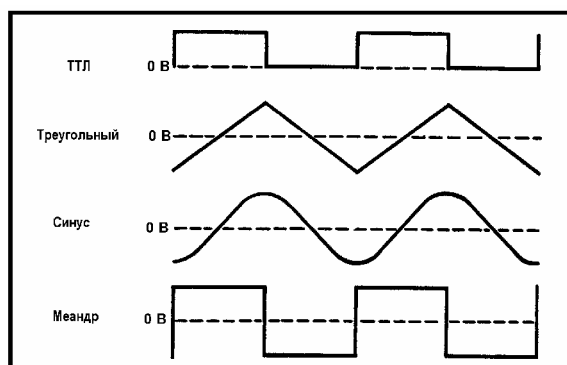

Рисунок 3. Формы выходного сигнала и их фазовое соотношение.
F. При помощи переключателя выбора формы колебаний установите требуемую форму выходного сигнала: синус, треугольный, меандр. На рис.3 показаны возможные формы выходного сигнала и их фазовое соотношение.